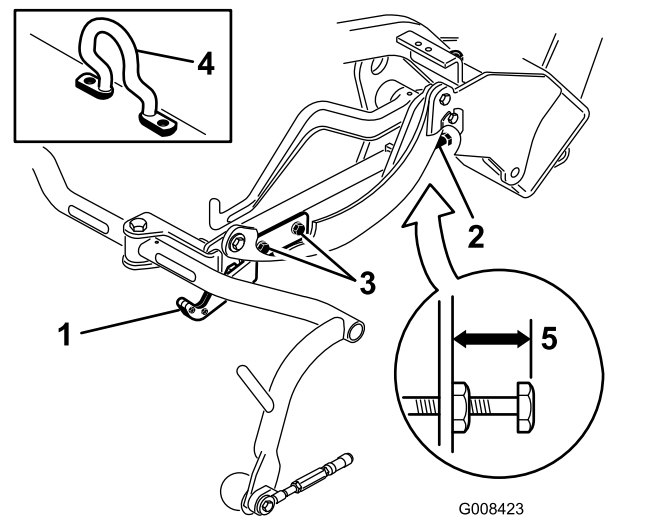
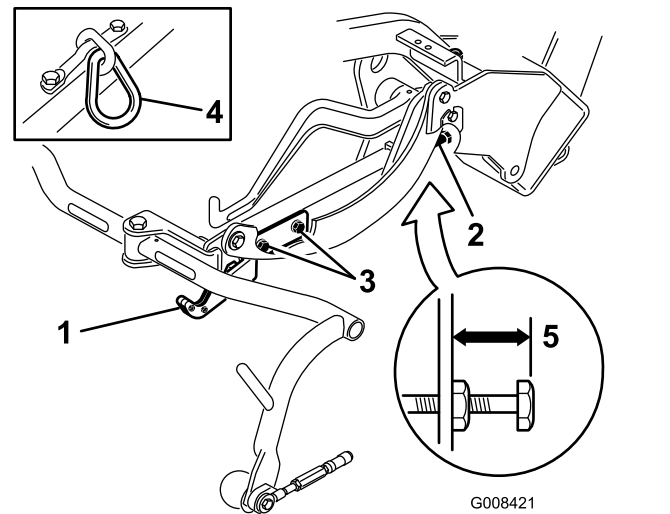
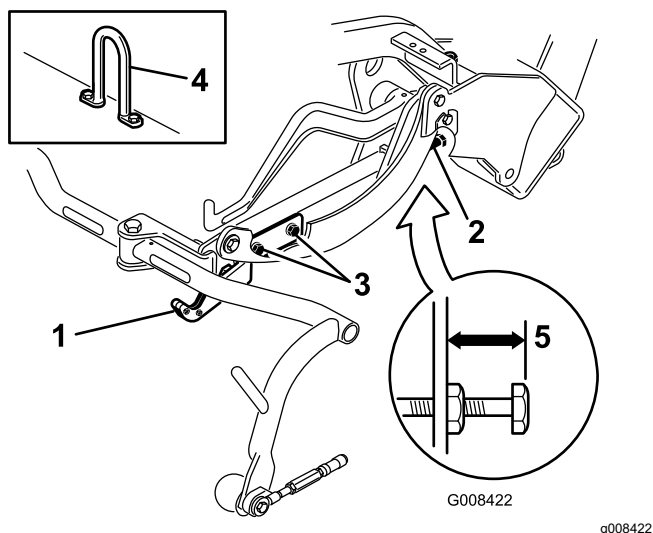

Figura 10
Figura 11
Figura 12
Compruebe la altura de transporte (Figura 11 y Figura 12) y ajústela si es necesario.
2. En unidades de corte equipadas con un gancho de elevación acodado (Figura 10, detalle) compruebe que la distancia entre la parte superior del tornillo de ajuste del bastidor de tiro y el borde trasero del bastidor de tiro es de 25 mm. Si la distancia no es de 25 mm, continúe con el paso 4.
3. En unidades de corte equipadas con un gancho de elevación con eslabón de cadena o recto (Figura 11 y Figura 12, detalle), compruebe que la distancia entre la parte superior del tornillo de ajuste del bastidor de tiro y el borde trasero del bastidor de tiro es de 22 mm. Si la distancia no es de 22 mm, continúe con el paso 4. Si la unidad de corte está equipada con un gancho de elevación acodado, (Figura 10), continúe con el paso siguiente.
4. Afloje los tornillos de montaje de la pletina de transporte (Figura 11, Figura 12 y Figura 10).
7. Si los bastidores de tiro no están a la misma altura, afloje la contratuerca del tornillo de ajuste del bastidor de tiro (Fig. Figura 10, Figura 11 y Figura 12). Gire el tornillo hacia fuera para elevar y hacia dentro para bajar. Apriete la contratuerca después de obtener la altura adecuada.